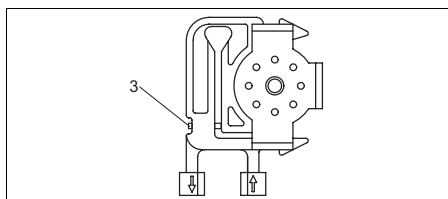

Fig. 21: Bomba de muestras
1. Afloje el tornillo de ajuste (Fig. 21, elem. 3) hasta que no salga más muestra.